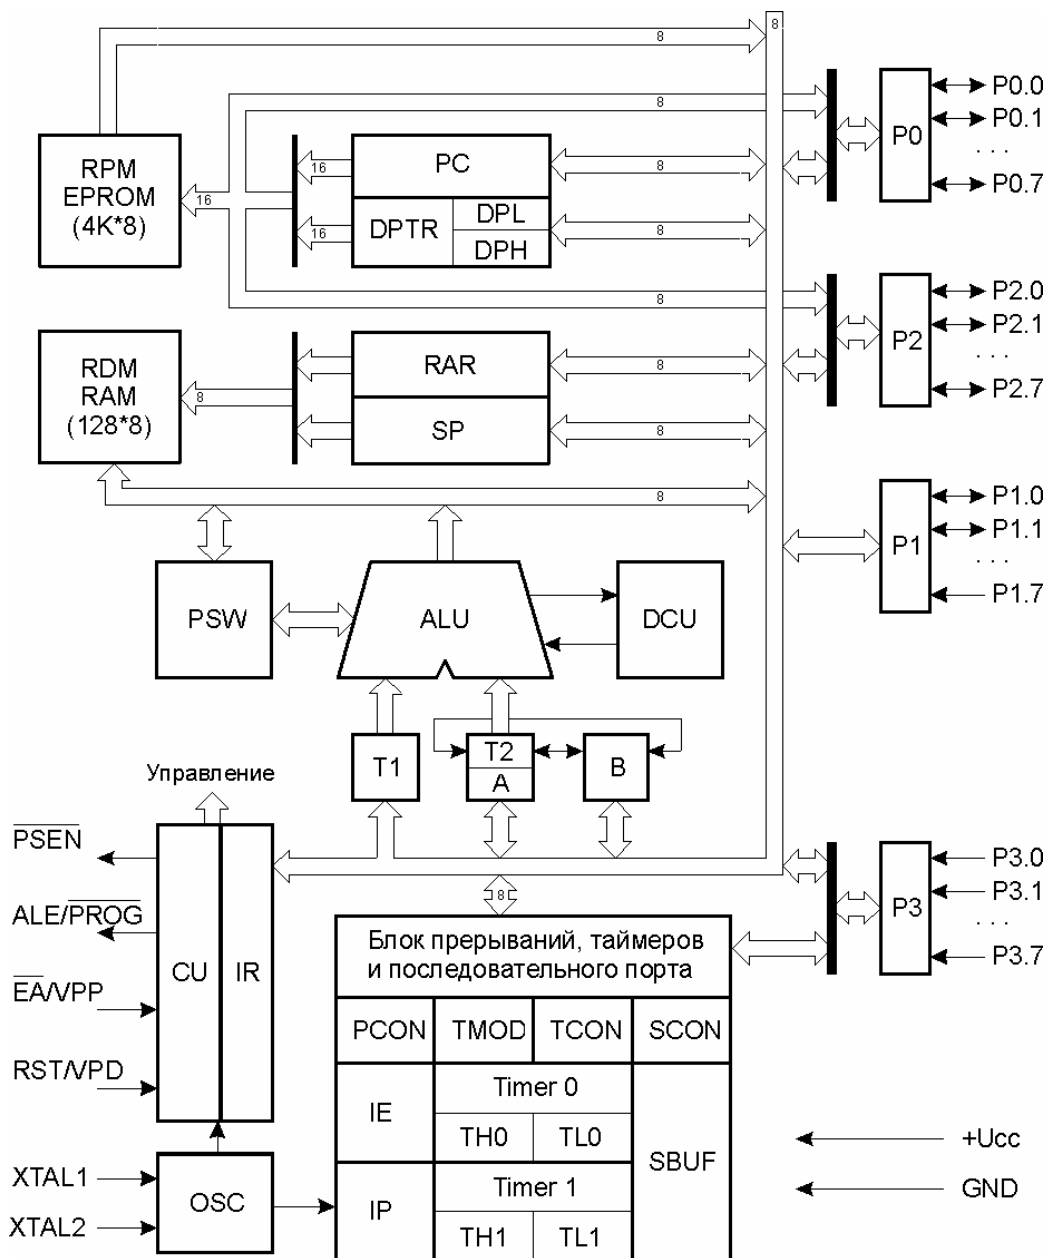

Рис. 2. Структурная схема MCS51
Основу структурной схемы MCS51 (рис. 2) образует внутренняя двуправленная 8-битная шина, которая связывает между собой все основные узлы и устройства: резидентную память программ (RPM), резидентную память данных (RDM), арифметико-логическое устройство (ALU), блок регистров специальных функций, устройство управления (CU) и порты ввода/вывода (P0-P3).